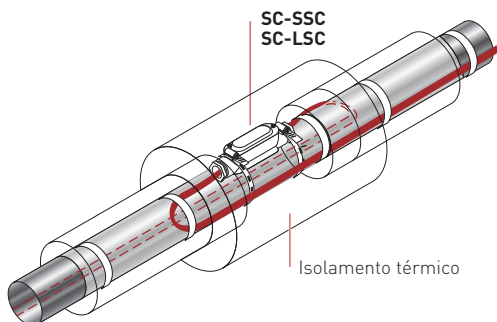

Figura 22: Isolamento de dimensão excessiva
- O isolamento com dimensão excessiva pode ser necessário para limitar o aquecimento nos componentes SC (consulte a Figura 22).